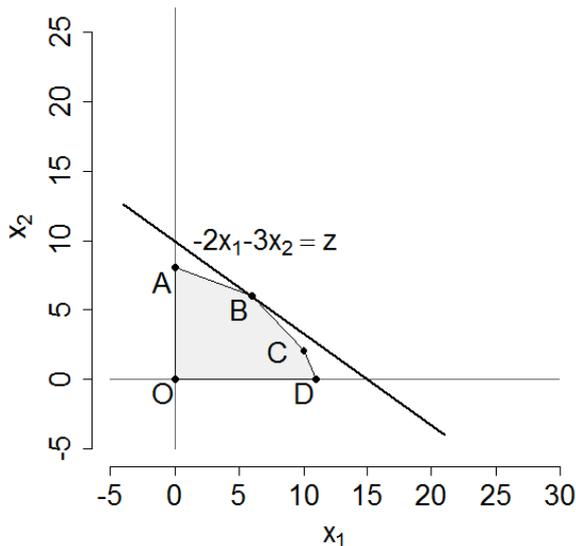

図 3 問題 (1) の最適解
生産計画問題 (1) の最適解は (6, 6) で、図 3 の点 B に相当する。